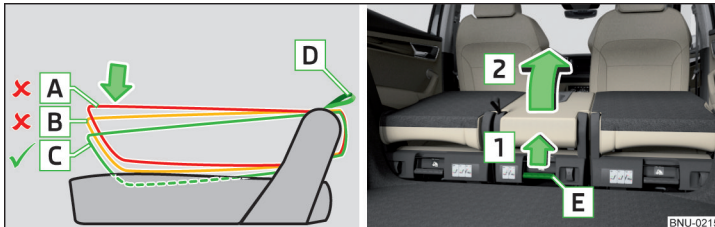

Abb. 91 Mittleren Sitz hochklappen
- › An der Schlaufe **D** ziehen und die Sitzlehne in Stellung **C** ungefähr 4 cm tief in die Sitzfläche eindrücken » Abb. 91.